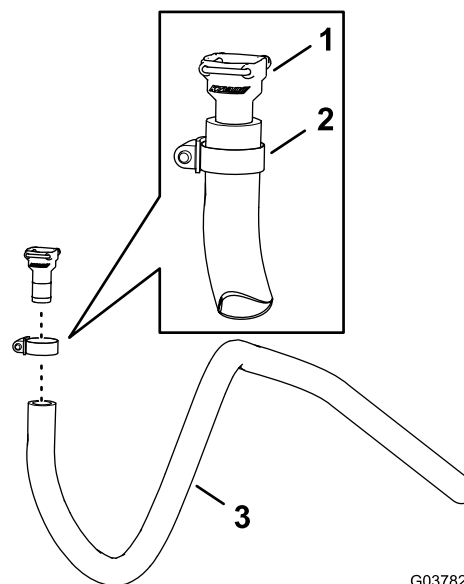

Рисунок 97
1. Установите прямой штуцер типа «елочка» (3/4 дюйма), снятый при выполнении пункта 2 в разделе Подготовка отсечного клапана (страница 42), на шланг размером 1,3 x 180 см (1/2 x 71 дюйм) с помощью шлангового хомута (Рисунок 97).